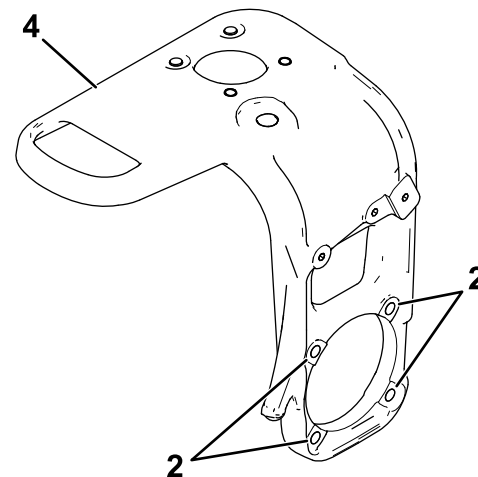

Figure 4
3. Déterminez si votre machine est équipée d'une fourche pivotante à 4 trous filetés ou une combinaison de 2 trous filetés et 2 trous traversants qui permettent de fixer le moteur de roue sur la fourche pivotante (Figure 4).